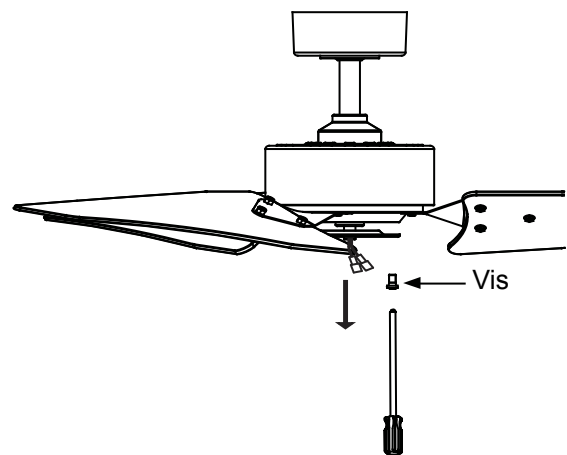

Fig. 18
Étape 1. Retirez une vis du support sous le moteur du ventilateur et desserrez mais ne retirez pas les deux autres vis. (Fig. 18)